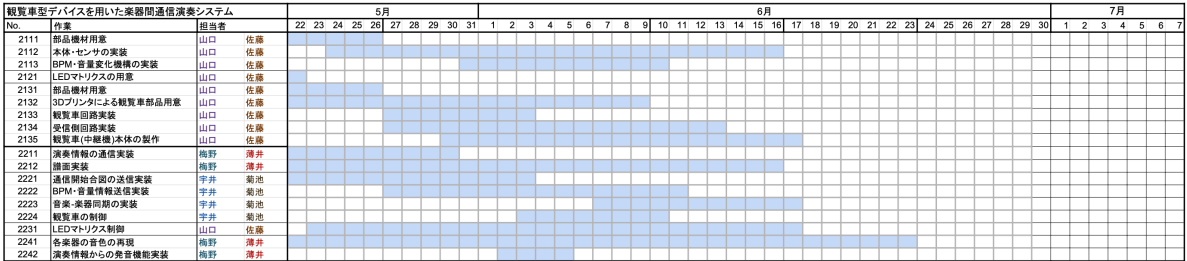
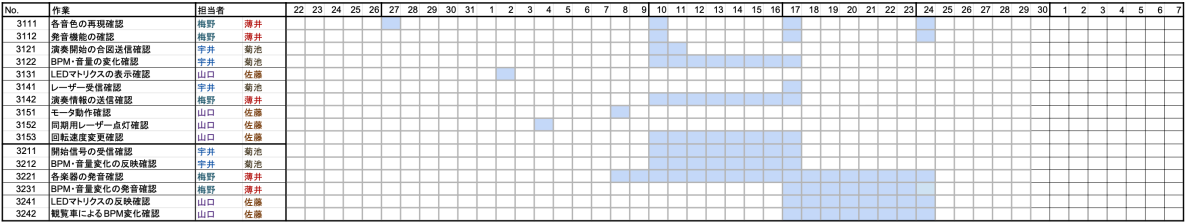

図 1 計画段階のガントチャート (実装フェーズ)
図 2 計画段階のガントチャート (テストフェーズ)
計画段階のガントチャート (GC) を図 1 (実装フェーズ) および図 2 (テストフェーズ) に示す.